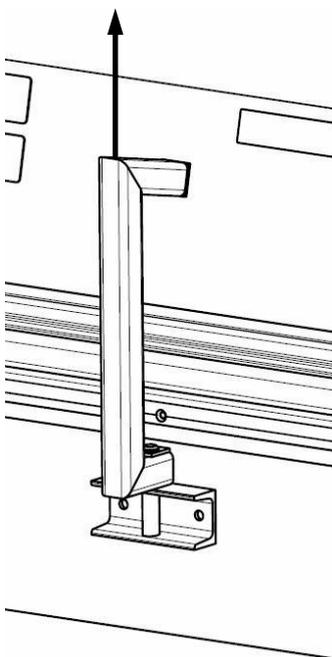

Abbildung 10: Stoßlastaufnahme herausziehen
4. Stoßlastaufnahme herausziehen (Abbildung 10).